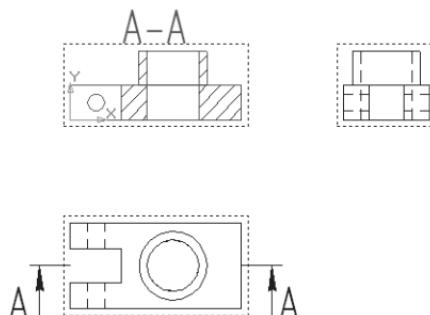

Рис. 326
- щелчком ЛКМ создайте разрез **A–A**. После этого система сделает его текущим (рис. 326). В случае неточного построения воспользуйтесь командой – отменить и выполните построение еще раз;